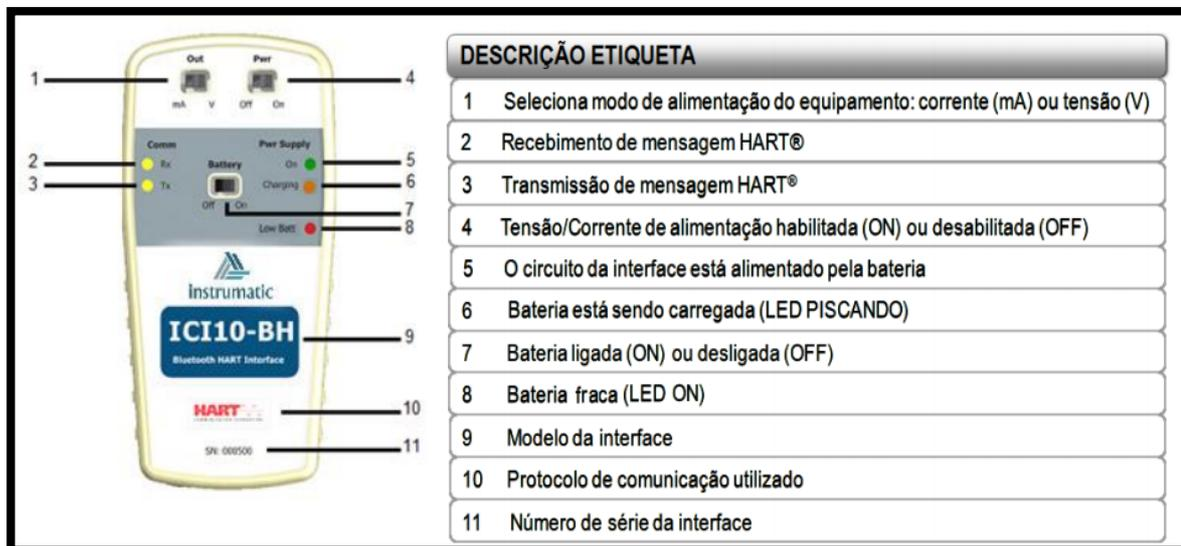

Figura 3:
- Para se operar conectado de uma rede HART. Observe a figura 3, conecte as pontas de provas no instrumento, coloque a chave "PWR" mostrado pelo indicador vermelho, na posição "off" e selecione a chave "out" mostrado pelo indicador azul de acordo com a alimentação do instrumento (mA ou V), por fim coloque a chave Battery na posição "on" mostrado pelo indicador verde.
- c. Para configuração da PORTA COM, clique em COM-XX e segure por um segundo mostrado na figura 3 pelo indicador vermelho, assim abrirá uma janela, assim click em “Parameter” como mostrado pelo indicador verde, posterior, na janela ao lado click na caixa Serial interface indicado pelo indicador azul, em seguida procure pela COM de maior numero, Click em “OK” indicador amarelo.